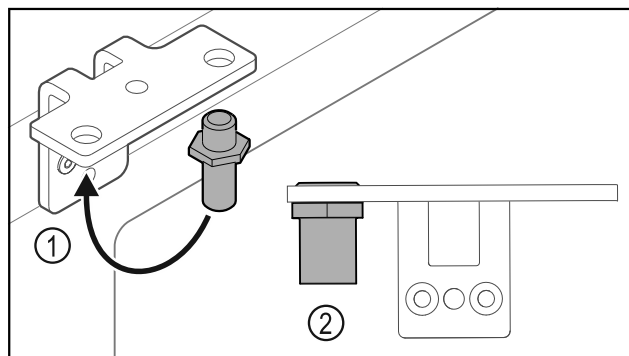

Fig. 36
- Flytta bulten Fig. 36 (1) i gångjärnsfästet.
- Dra åt bulten Fig. 36 (2) med ett vridmoment på 12 Nm.